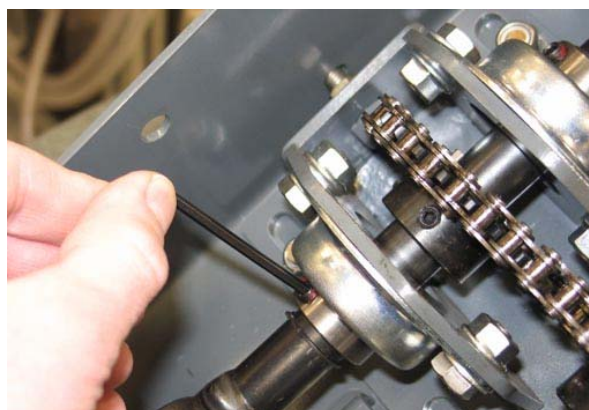

AFB. 47
8. Monter styrekæden på styretandhjulene igen. (Fig. 47)